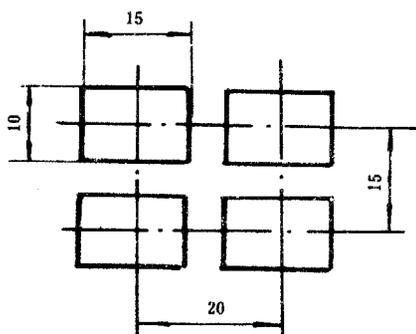
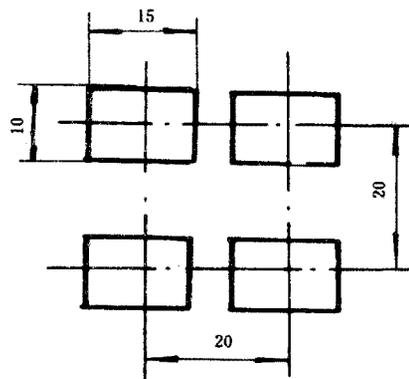

图7 LC 10×15 U 15×20
图8 LC 10×15 U 20
4.4.3 孔形LR或LC按U型或Z型排列时,应同时标记平行于长孔宽度的孔距基本尺寸 P_1 和平行于长孔长度的孔距基本尺寸 P_2 , P_1 和 P_2 之间用符号“×”相连,如图7所示。若按U型排列,当 $P_1 = P_2$ 时,只标记 P ,如图8所示。